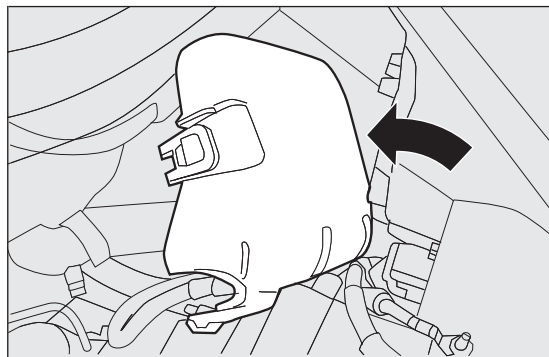

fig. 160
- ☐ de esta manera se tiene acceso a la centralita de fusibles fig. 160.